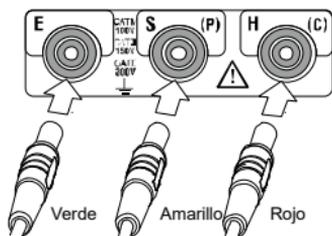

Fig. 7-2
Clave las picas de tierra auxiliares S(P) y H(C) profundamente en el suelo. Deben alinearse a un intervalo de 5-10 m del equipo conectado al tierra bajo prueba. Conecte el cable verde al equipo de tierra bajo prueba, el cable amarillo a la pica de tierra auxiliar S(P) y el cable rojo a la pica de tierra auxiliar H(C) de los terminales E, S(P) y H(C) del Instrumento en orden. Ver Fig. 7-2 y 7-3.